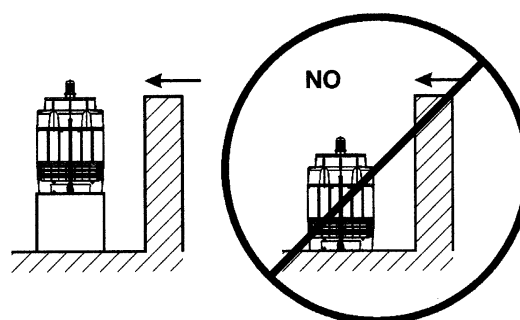

Fig. 17
d) In case of existing obstacles close to and higher than the condenser, it is necessary to install the condenser in a higher position. This will allow for air to exit the condenser at the same height or higher than the obstacle, especially in case the predominant air direction is as indicated in figure 17.
d) S'il y a des obstacles à proximité plus hauts que le condenseur, hisser celui-ci pour que la décharge de l'air atteigne au moins la hauteur de l'obstacle, surtout dans le cas où la direction prédominante de l'air est celle indiquée sur la figure 17.